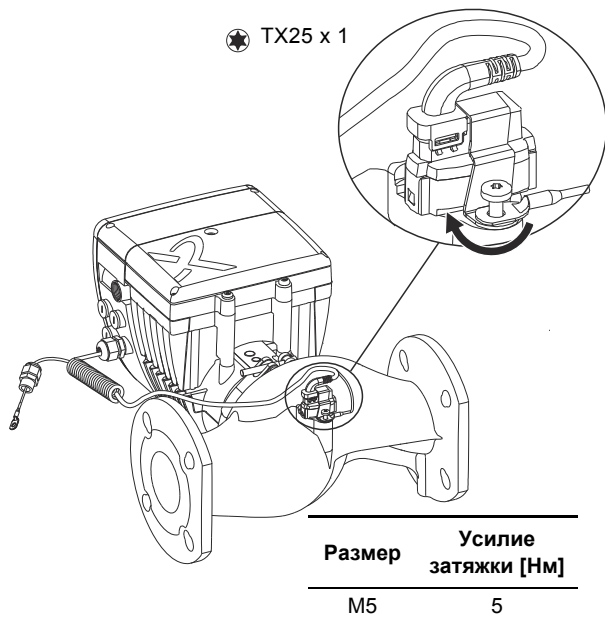

Рис. 10 Установка эквипотенциального монтажного провода
4. Установите кронштейн датчика и закрепите винтом провод с петлевым соединителем прямо на зачищенной поверхности. См. рис. 10.